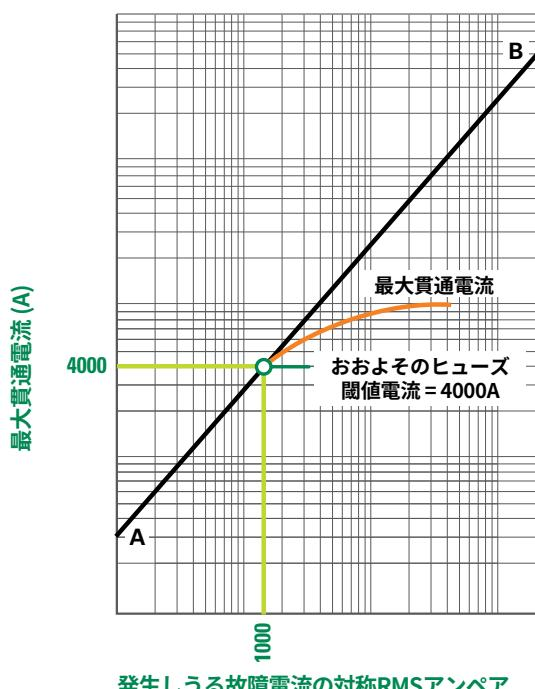

図 19 – 最大貫通電流チャートからの閾値電流決定
**閾値電流** – 所与のヒューズサイズとタイプにおいてヒューズが電流制限となる最小電流。装置が最初の 1/4 周期 (電気角 90 度) 以内に遮断し始め、1/2 周期 (電気角 180 度) 以内に遮断するときに発生しうる対称実効電流の最小値です。おおよその閾値電流は、ヒューズの最大貫通電流チャートから判断できます。(図 19を参照)